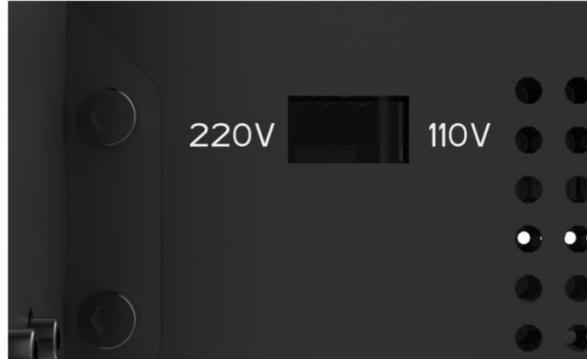

Abbildung 2
- (1) Wählen Sie, wie in **Abb. 2** gezeigt, den korrekten Spannungsmodus entsprechend Ihren örtlichen Spannungswerten (110 V / 220 V). Der **Schalter** befindet sich in der unteren linken Ecke der Basis und **220 V ist die Standardeinstellung**.